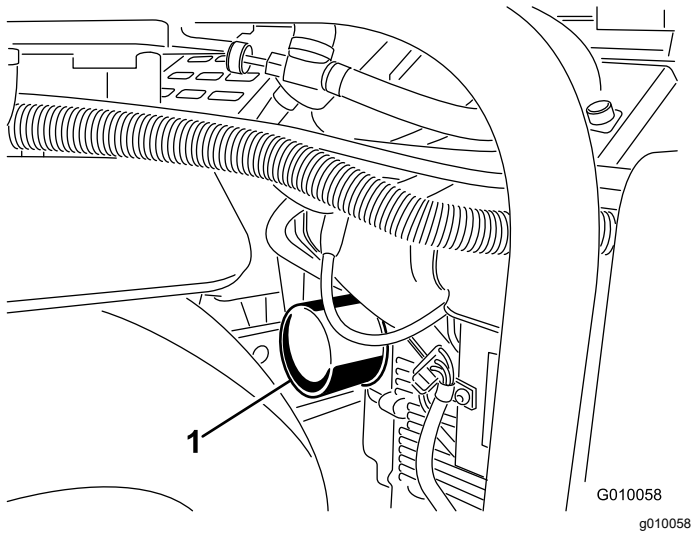
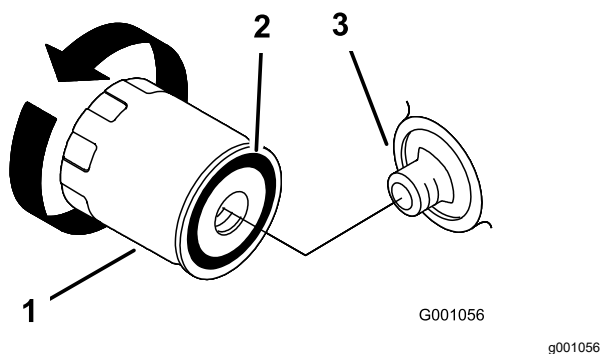

Figura 44
Figura 45
- Coloque un recipiente poco hondo o un trapo debajo del filtro para recoger el aceite (Figura 44).
- Retire el filtro usado (Figura 44 y Figura 45) y limpie con un trapo la superficie de la junta del adaptador del filtro.